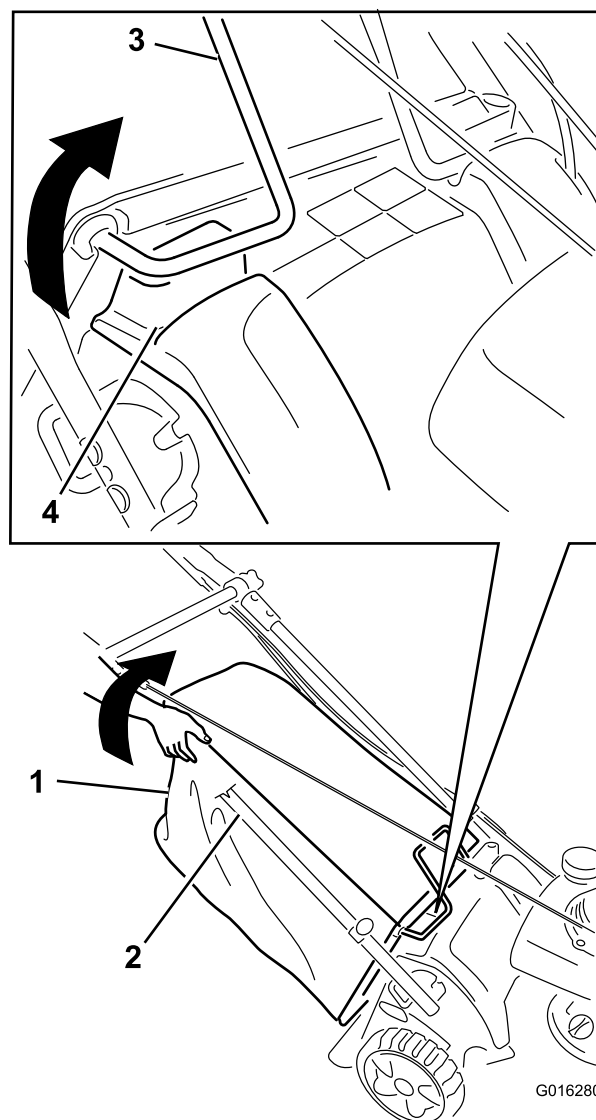

Figure 50
5. Moteur en marche, soulevez le coin supérieur arrière droit du bac à herbe jusqu'à ce que l'armature du bac du côté supérieur avant droit soit complètement sortie de la fente droite (Figure 50). **Le moteur doit s'arrêter.**